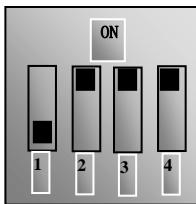

图 5-11
(6) 对于 E2000 系列 37kW 及以上功率变频器控制端子排附近有一个四位红色拨码开关 SW1，如图 5-11 所示。拨码开关选择模拟量输入端子 AI1、AI2 输入范围 (0~5V/0~10V/0~20mA)；通过 F203 选择输入通道，通过 F438、F439 设置输入信号类型为电压信号还是电流信号。出厂时拨码开关的位置如图 5-11，即 AI1 为 0~10V 输入，AI2 为 0~20mA 输入；其它拨码开关的位置与调速方式详见下表 5-3。